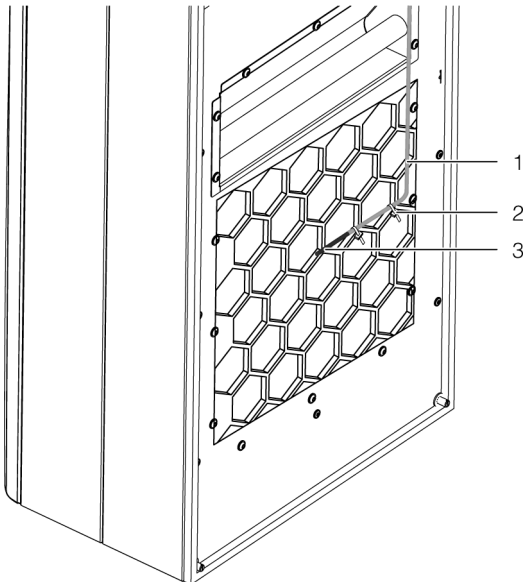

Bild 23: Temperaturgivare framför kallluftsutgången (bilden visar ett exempel)
- För temperaturgivaren till mitten framför kylaggregatets kallluftsutgång (bild 23).